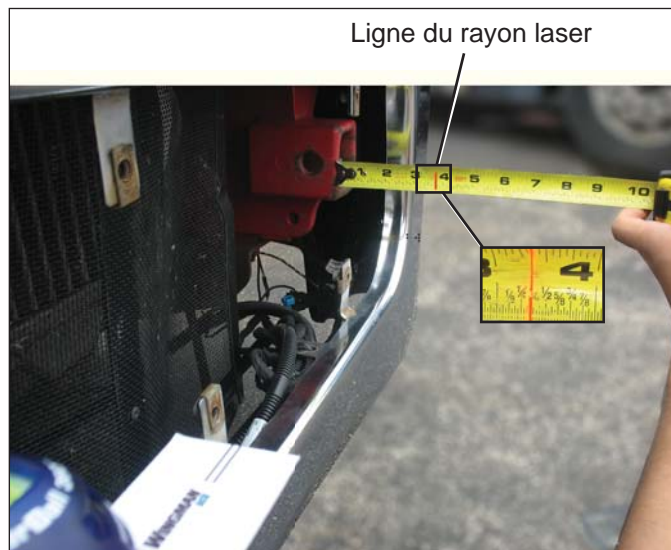

FIGURE 33 – VÉRIFICATION DE L'ALIGNEMENT LATÉRAL
5. Au moyen d'une règle ou d'un ruban à mesurer, mesurez l'écartement entre un point symétrique du véhicule (par ex., les crochets de remorquage) et la ligne du rayon laser (écartement de référence). Consignez cette mesure. Cf. Figure 33.